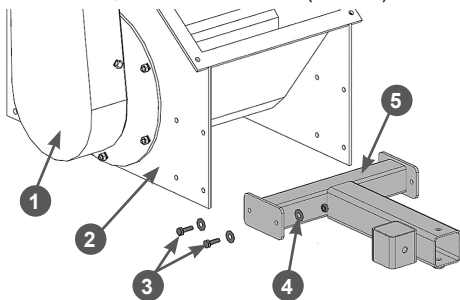

Рис. 5 Установка стойки передней опоры
- Вставьте стойку 5 передней опоры в корпус 2 измельчителя, совместите отверстия в стойке и корпусе, и закрепите стойку с помощью болтов M8x25, шайб и гаек M8 (Рис. 5).